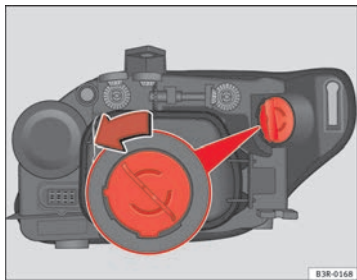

Abb. 195 Glühlampe für Blinker
- Drehen Sie den Lampenhalter gegen den Uhrzeigersinn und ziehen Sie ihn ⇒ Abb. 195 mit der Glühlampe heraus.